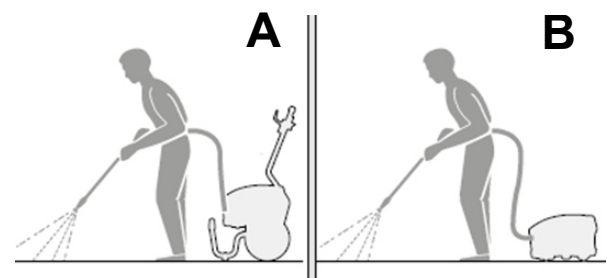

Abb. 12: Betriebsposition des Geräts
Schritt 2: Das Gerät für den Einsatz in liegender Position (Abb.12 B) abstellen. Bei Einsatz montiert am Fahrwagen muss der Fahrwagen in aufrechter (stehender) Position sein (Abb.12 A).